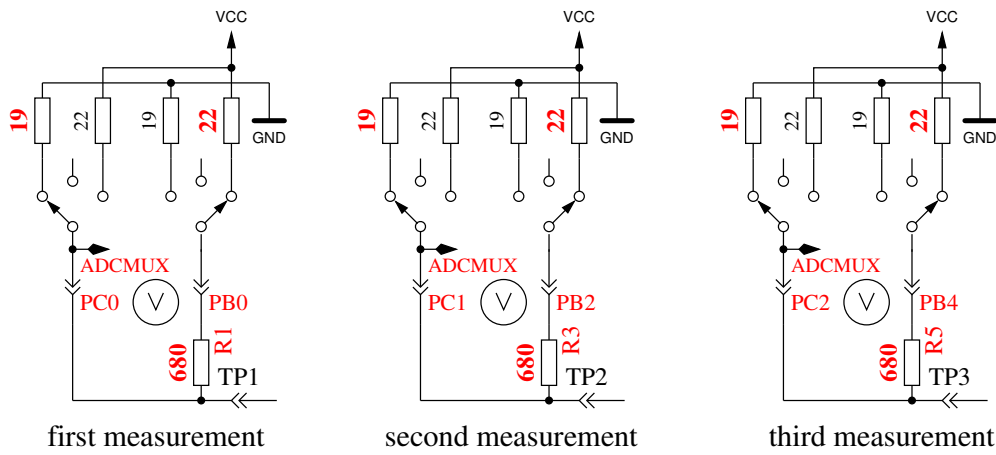

Figure 5.64. Messung des Innenwiderstandes von auf GND geschalteten Port-C-Ausgängen.
5. Dieser Schritt testet die **Fähigkeit von mit GND (-) verbundenen $470\text{k}\Omega$ -Widerständen (H) die Testpins auf GND zu ziehen**. Zeile 1 zeigt den Text „RH-“. Zeile 2 sollte für alle drei Pinne Null mV anzeigen.
6. Dieser Schritt testet die **Fähigkeit von mit VCC (+) verbundenen $470\text{k}\Omega$ -Widerständen (H) die Testpins auf VCC zu ziehen**. Zeile 1 zeigt den Text „RH+“. Der bestmögliche mV Wert für die drei Messungen wäre 0 in Zeile 2, da die Diffenz zu VCC dargestellt wird. Große Abweichungen vom Idealwert für Schritt 5 und 6 sind Fehler wie Isolations-Problem, Flussmittelreste oder beschädigter Port.
8. **Messung des Innenwiderstandes eines auf GND geschalteten Ausgangs.** Dieser und die folgenden Schritte werden nur bei gewählter AUTO_CAL-Option durchgeführt. Die internen Port-C-Widerstände von auf GND (-) geschalteten Ausgängen werden mit dem Strom der nach VCC (+) geschalteten 680Ω Widerstände gemessen, siehe Abbildung 5.64. Es werden nur die drei Pins des ADC-Ports vermessen, die Widerstands-Ports PB0, PB2 und PB4 können nicht ohne Veränderung der Hardware gemessen werden. Es wird angenommen, dass die Portwiderstände von unterschiedlichen Ports nahezu identisch sind. Der Widerstandswert wird im nächsten Schritt mit ausgegeben.